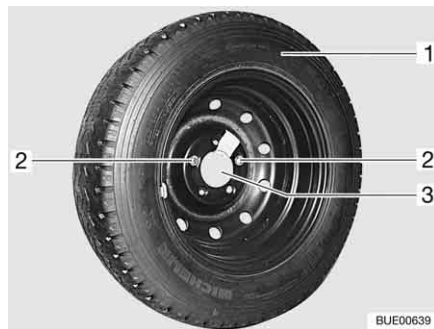

Fig. 312 Soporte para rueda de repuesto en el garaje trasero
- Aflojar los dos tornillos de fijación (Fig. 312,2) con las herramientas de a bordo y extraerlos.
- Retirar la rueda de repuesto (Fig. 312,1) del soporte (Fig. 312,3).